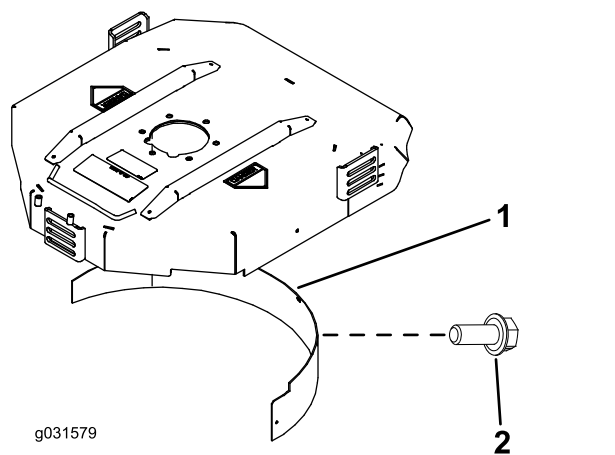

Figura 4
2. Instale o abafador de cobertura (mulch) na abertura traseira e fixe-o com 5 parafusos com cabeça flangeada (Figura 4).